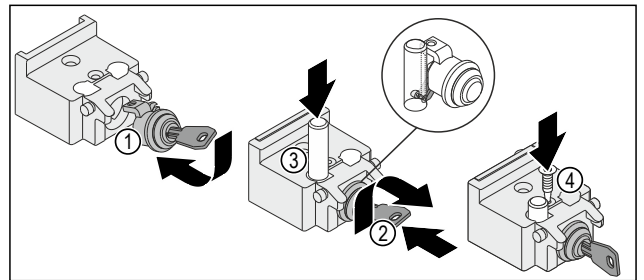

Fig. 16
- Slot Fig. 16 (1) plaatsen.
- Sleutel Fig. 16 (2) insteken en draaien.
- Bout Fig. 16 (3) plaatsen.
- Schroef Fig. 16 (4) erin draaien.